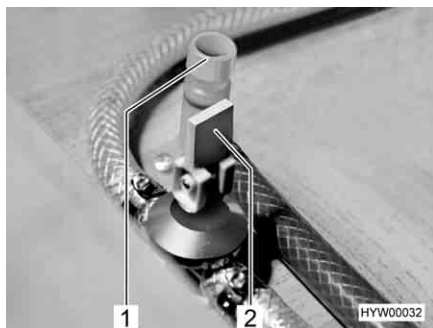

Fig. 131 Rubinetti di scarico (pacchetto autarchico)
- Chiudere i rubinetti di scarico. Ruotare i coperchi (Fig. 131,1) in senso orario e posizionare la leva a bilanciere (Fig. 131,2) in posizione orizzontale. L'ubicazione dei rubinetti di scarico è riportata nella tabella "Posizione dei rubinetti di scarico" alla fine del presente capitolo.